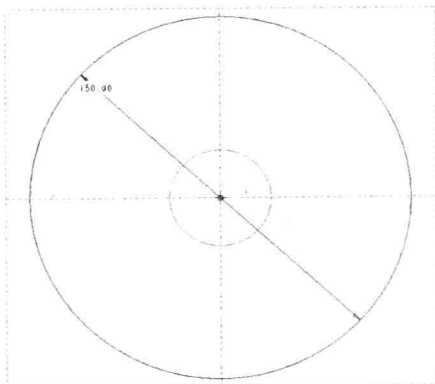

图 9-101 绘制截面 2
Step 04 进入草绘环境，单击“草绘”选项卡中的相应按钮，绘制截面，如图 9-101 所示。